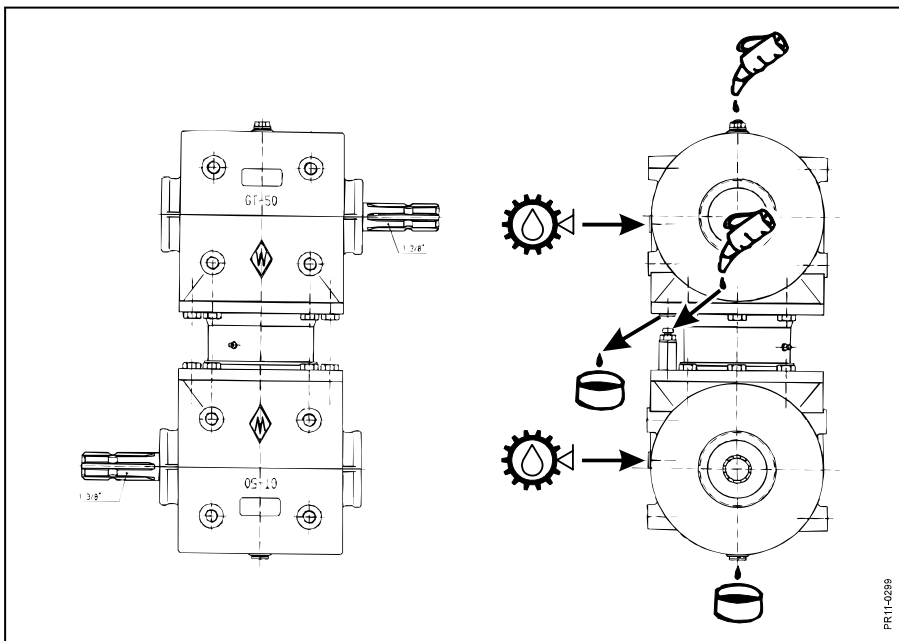

Fig. 4-9
- Fig. 4-9** Oljevolym: 2,0 l i den övre delen